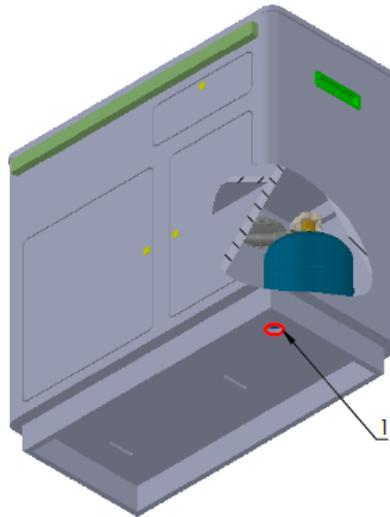

Fig. 16
- **Ventilation** : La zone où est stockée la bouteille doit être ventilée pour assurer la libre circulation du gaz en cas de fuite. Ne pas couvrir le trou de sécurité (*Fig. 16, 1*)